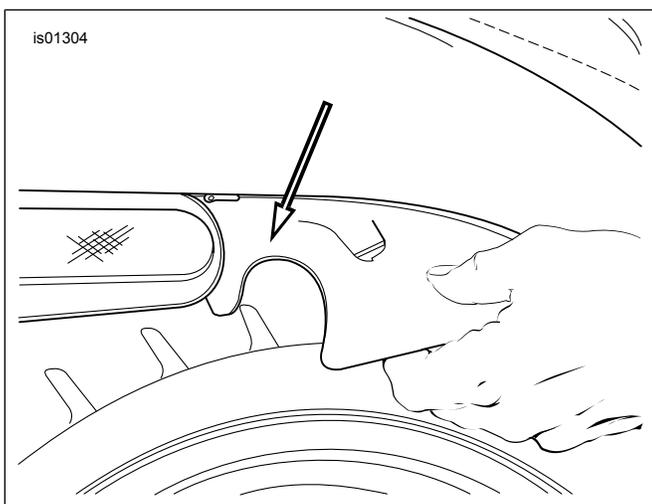

Figure 5. Abaisser le garde-boue. (2002-2006 VRSCA/B/D)
4. Figure 5 Abaisser le garde-boue de la position installée.